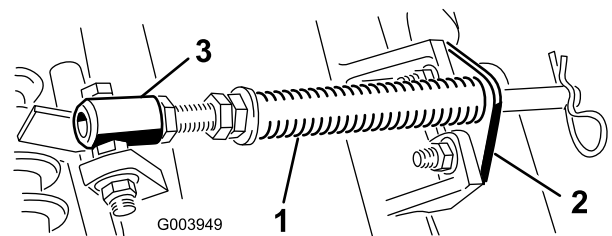

Bild 4
- A. Nehmen Sie die zwei Schlossschrauben und Muttern ab, mit denen die Stangenhalterung an den Nasen des Mähwerks befestigt ist (Bild 4).
- B. Nehmen Sie die Bundmutter ab, mit denen die Schraube des Federrohrs an der Nase des Trägerrahmens befestigt ist (Bild 4). Nehmen Sie das ganze Teil ab.